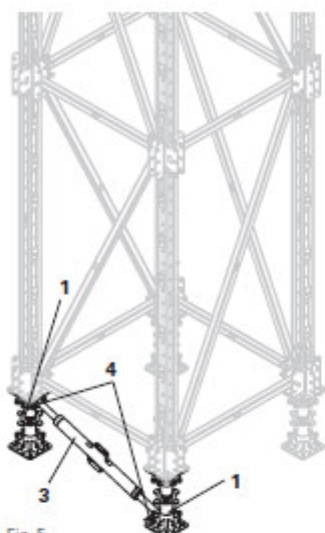

Fig. 5
7. Montare il puntone ad alta portata SLS (3) su due albero regolabile ATS 360-550 (1) adiacenti assicurandoli ciascuno mediante un perno (4) e un inserto a molla. (Fig. 5 + 5a + 5b)